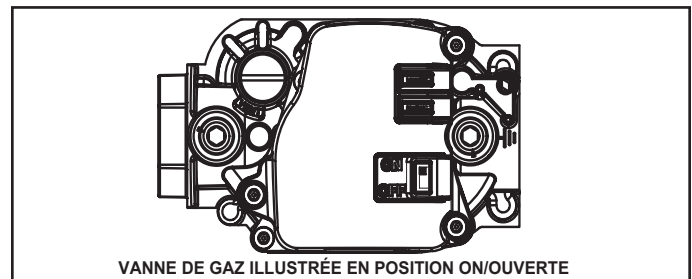

FIGURE 2
Fonctionnement de la vanne de gaz (Figure 2)
- 6 - Mettez le levier de la vanne de gaz sur OFF/ARRÊT. Reportez-vous à la figure 2.
- 8 - Mettez le levier de la vanne de gaz sur ON/MARCHE. Reportez-vous à la figure 2.